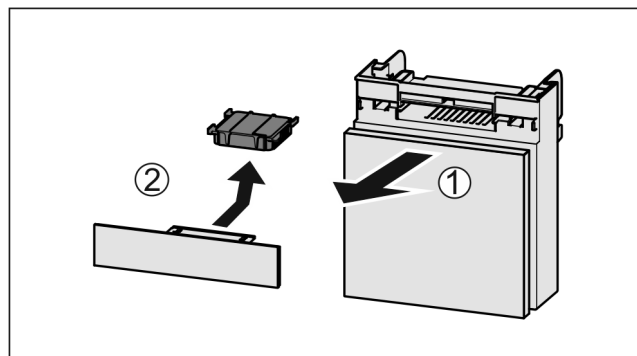

Fig. 71
- ▶ Wyciągnąć Fig. 71 (1) komorę do przodu.
- ▶ Wyjąć Fig. 71 (2) filtr z węglem aktywowanym.